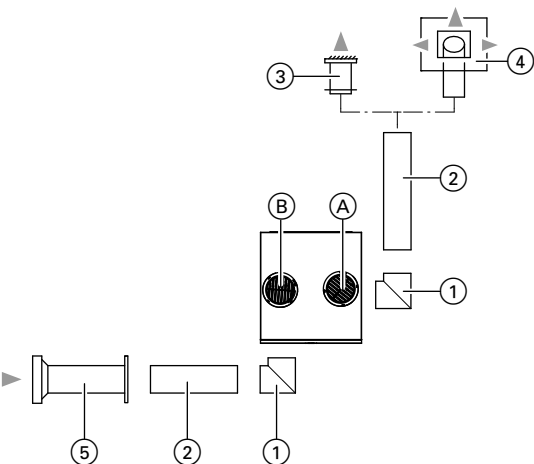

Abb. 21
1. Einzelne Leitungselemente mit Verbindungsstücken oder Muffen zusammenstecken: Siehe Systemdarstellung Abb. 21.